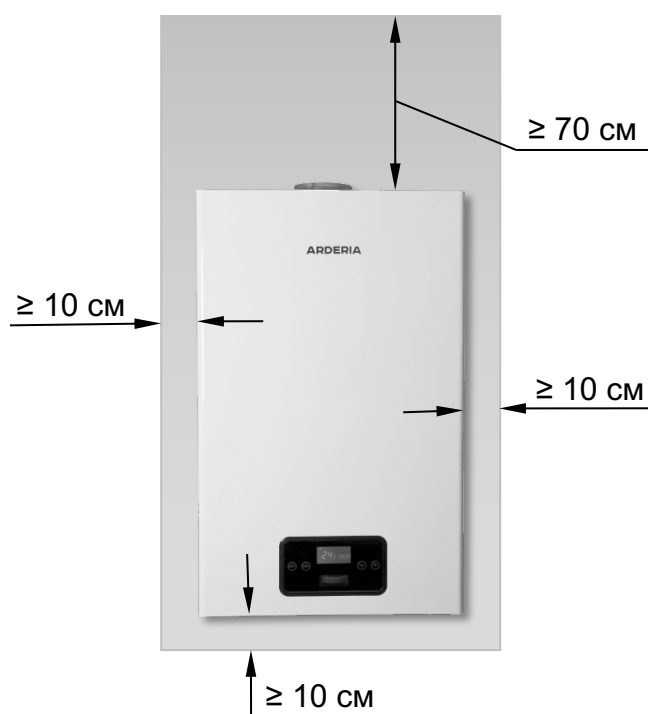

Рис. 13
- При монтаже котла на стену из трудносгораемых и сгораемых (слабогорючих и горючих) материалами, стена **должна быть** изолированы негорючими материалами (например: кровельной сталью по листу асбеста толщиной не менее 3 мм. или известковой штукатуркой толщиной не менее 10 мм) или экранами заводского изготовления. Указанное покрытие **должно выступать** за габариты корпуса котла не менее, чем на 10 см. и на 70 см. сверху (См. Рис. 13). При невозможности выдержать расстояние в 70 см. сверху, а так же при монтаже горизонтальной системы дымоудаления, **допускается** уменьшить его в многоквартирных жилых домах до 50 см., в квартирах многоквартирных домов до 10 см.